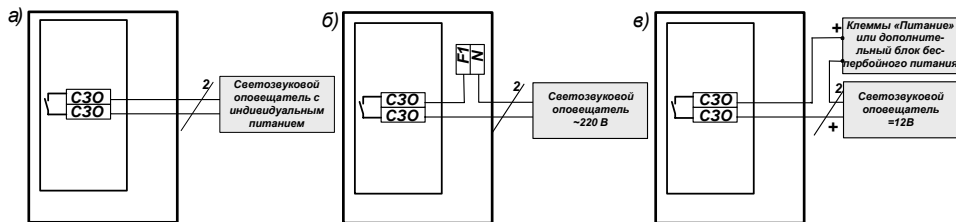

Рис.3
2.2.6 Подключить светозвуковой оповещатель к клеммам «СЗО» на плате «ТТ401», соблюдая полярность при подключении. Варианты подключения вспомогательных устройств смотри на Рис.3 РЭ.